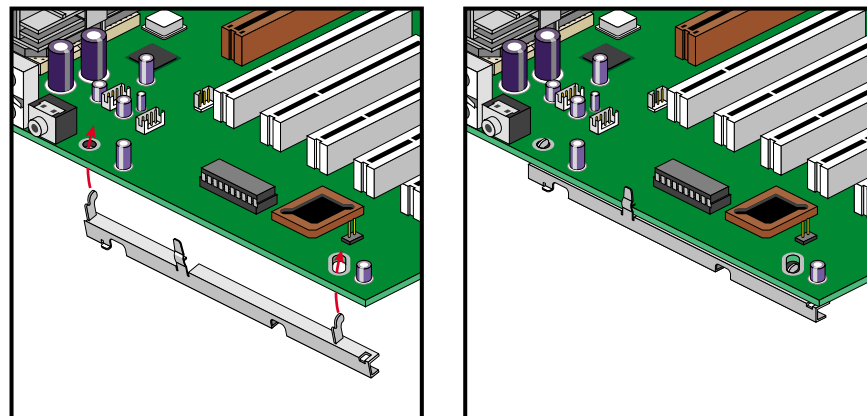

Figure 2-23 Encliquetage du support de blocage sur la carte mère
1. Pour monter le support de blocage sur la carte mère, placer les tenons de fixation dans leurs trous respectifs sur la carte mère et insérer la languette sur la carte. La Figure 2-23 montre la procédure correspondante.